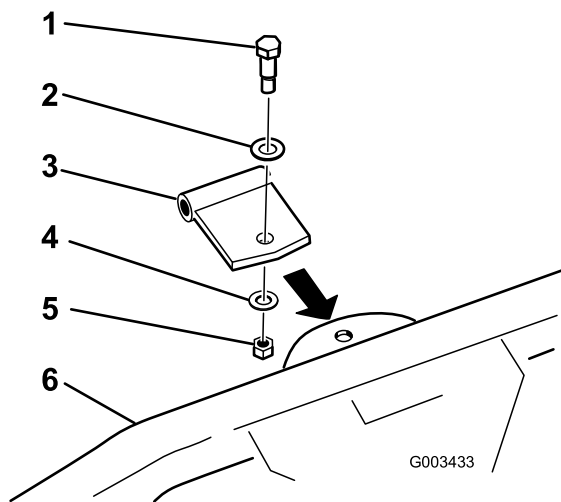

Figure 10
- Fixez le support de pivot droit au râteau d'entretien souple avec un boulon à épaulement, une rondelle (0,531 x 1,063), une rondelle (0,469 x 0,922) et un contre-écrou (7/16"), comme illustré à la Figure 10.